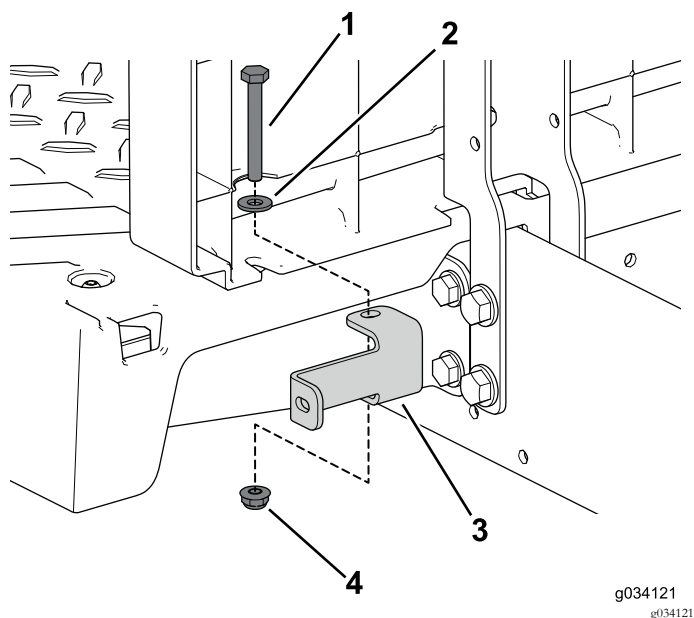

Figura 87
7. Utilice los 2 pernos ($\frac{1}{4}$ " x 2"), una arandela y una contratuerca para sujetar los soportes de panel izquierdo y derecho a la máquina (Figura 87).
8. Utilice los 4 tornillos autorroscantes para sujetar la cubierta del lado izquierdo al conjunto de asiento (Figura 87).